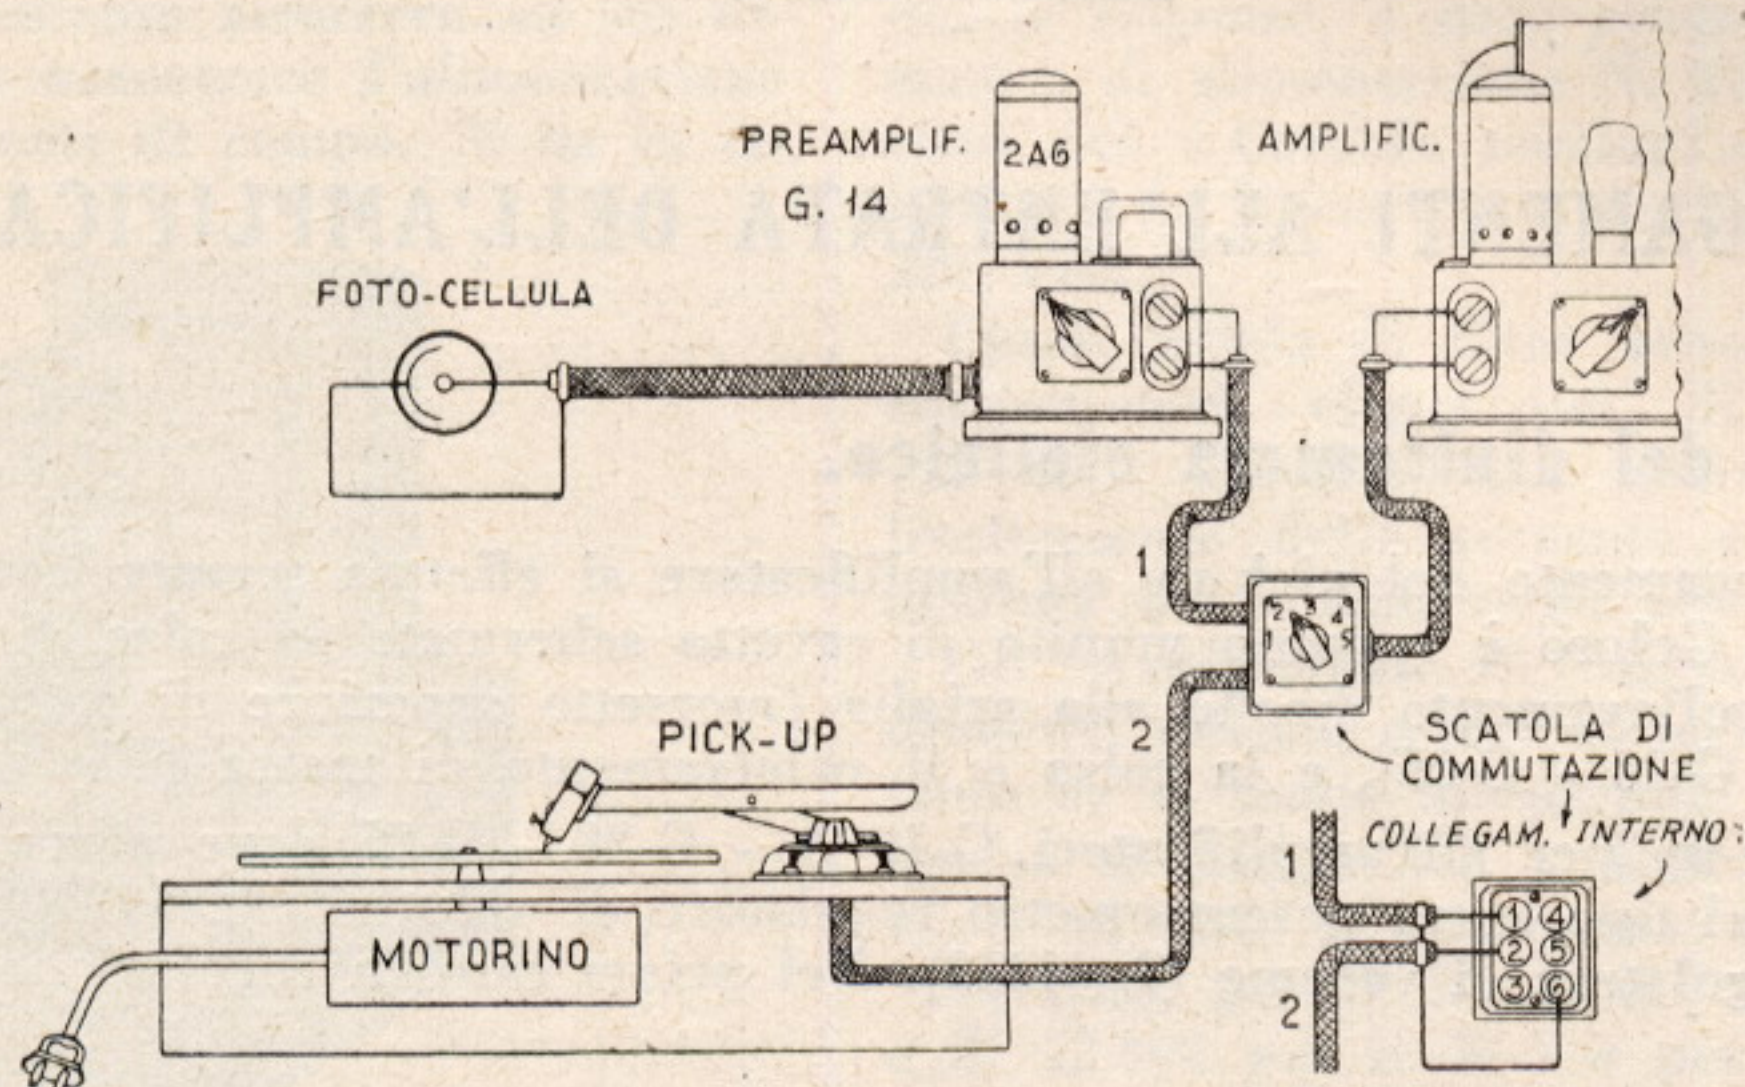

FIG. 28.
3. — Lo schema mostra il collegamento del G-14 e del pick-up alla scatola di commutazione. Sono utilizzate le prime due posizioni: rispettivamente, la prima per la fotocellula; la seconda per il pick-up (Fig. 28).